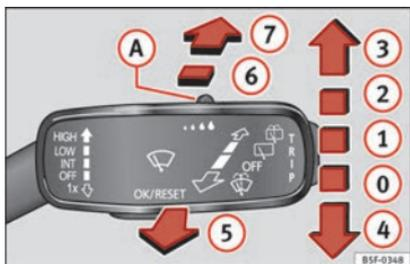

Fig. 32 Uso del tergcristalli e del tergilunotto.
1	Tergitura a intervalli per i tergcristalli. Utilizzando il comando » fig. 32 (A) , regolare la durata dell'intervallo (nel caso di veicoli privi di sensore pioggia) oppure la sensibilità del sensore pioggia.